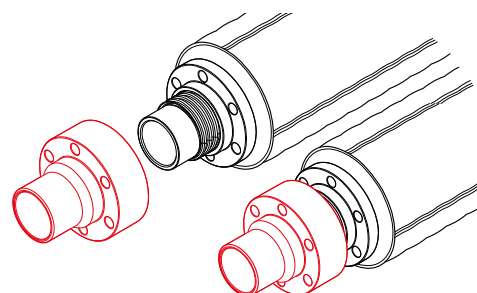

Рис. 4.5.3
3. Надеть корпус фитинга на напорную трубу до упора с втулкой (рис. 4.5.3).